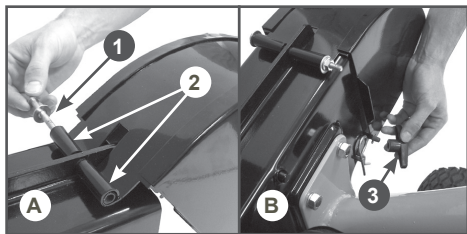

Рис. 3 Установка дефлектора разгрузочной трубы
1. Совместите отверстия в разгрузочной трубе и втулках 3 корпуса дефлектора и вставьте в них болт 1 с плоской шайбой до упора (Рис. 3А). Наденьте на свободный конец болта плоскую шайбу и закрутите гайку крепления. После этого, убедитесь, что дефлектор поворачивается без сопротивления.
2. Опустите дефлектор вниз до упора и закрепите его барашковыми гайками 3 (Рис. 3В).